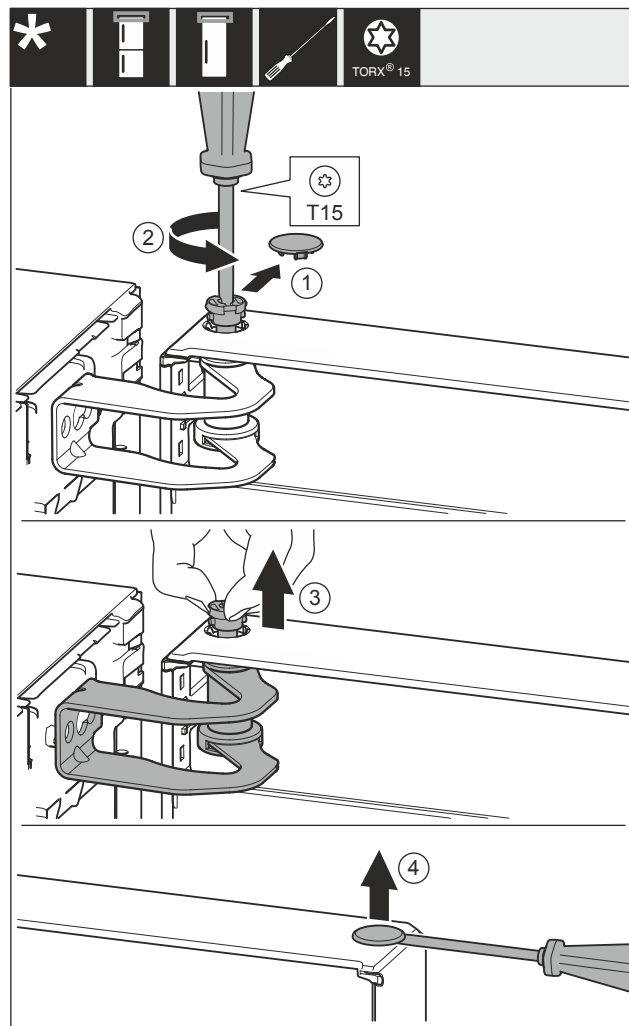

Fig. 9
- Wyjąć ostrożnie osłonę Fig. 9 (1).
- Wykręcić nieco sworznię Fig. 9 (2) przy pomocy śrubokręta.
- Wyciągnąć sworznię Fig. 9 (3) palcami.
- Podważyć ostrożnie osłonę Fig. 9 (4) śrubokrętem i wyjąć.